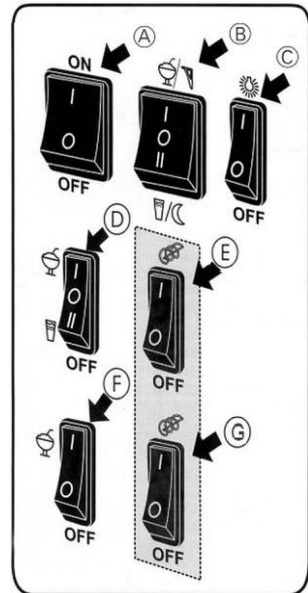

Abb. 4
2. Schalten Sie den Ein-/Aus-Hauptschalter (A, Abb. 4) in die Position „I“.
3. Schalten Sie die Ein-/Aus-Schalter der Spindel (E) für Behälter 1 und (G) für Behälter 2 in die Position „I“.
4. Schalten Sie die Schalter (B), (D) und (F) in die Position „I“, um den Kälte-/Gefriermodus zu aktivieren.
5. Schalten Sie bei Bedarf den Schalter für LED-Beleuchtung (C) in die Position „I“, um die Behälter zu beleuchten.